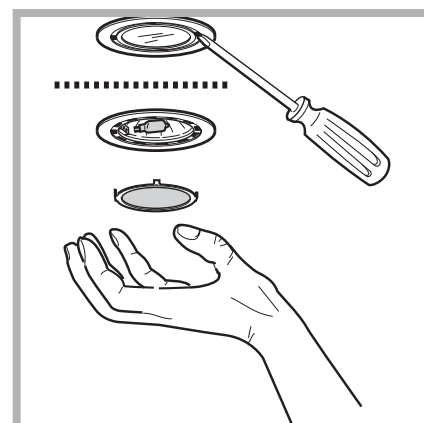

Fig. 4
- a. Togliere la plafoniera facendo leva con un piccolo cacciavite a taglio (Fig. 4).